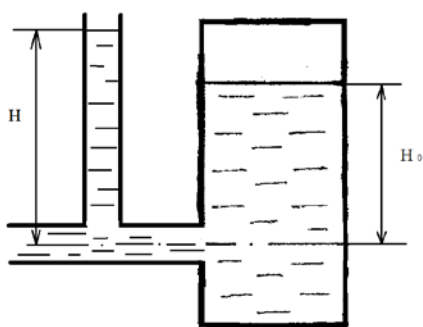

Рис. 7
15. Бензин вытекает из бака, избыточное давление в котором 22 кПа, по трубопроводу диаметром 40 мм при температуре 35° С. Уровень жидкости в баке 1,32 м, высота подъема бензина в пьезометре 1,74 м, потерями энергии пренебречь. Определить расход бензина (рис. 7)?